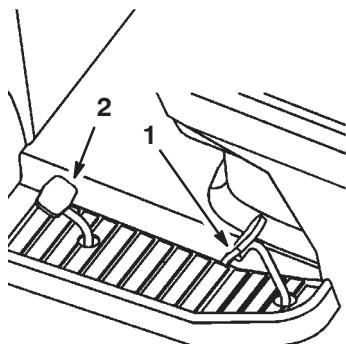

Bild 15
2. Gehen Sie mit dem Fuß auf das Fahrpedal und drücken Sie das Pedal langsam, um vorwärts zu fahren (Bild 15).
2. Stellen Sie den Fuß auf das Gaspedal zum Rückwärtssfahren und treten Sie das Pedal langsam durch, um rückwärts zu fahren (Bild 15).